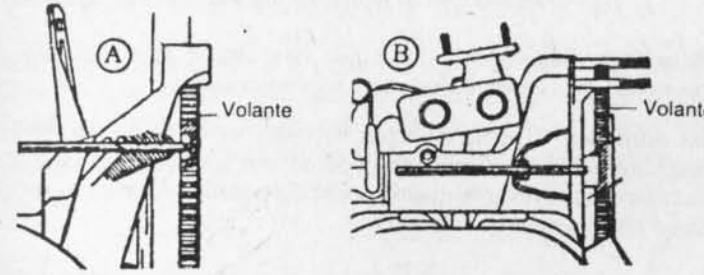

Fig. 4-2.— Punto del encendido
**3. Puesta a tiempo.**— Para poner a tiempo el motor recién armado o para controles periódicos, se conecta una lámpara portátil o testigo (K) entre el borne "RUP" de la bobina y masa. Se coloca una espiga de 6 mm. de diámetro en el agujero del cárter del embrague o en el cárter motor, según el modelo (Fig. 4-2).